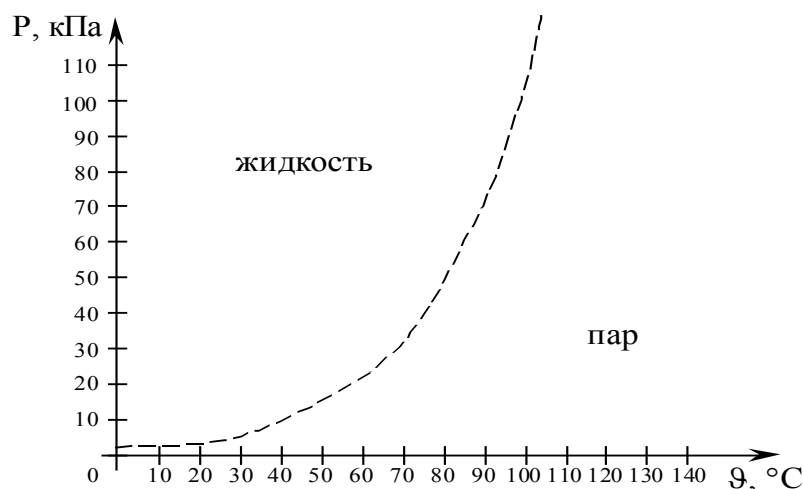
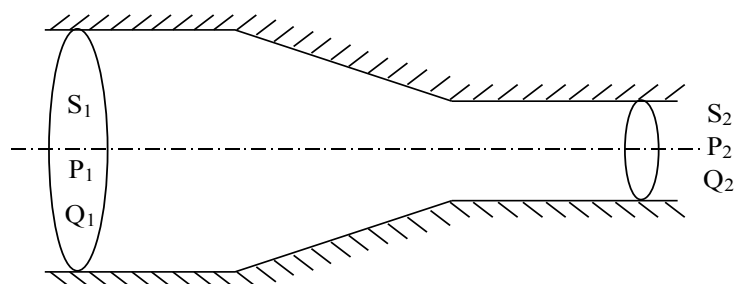

Рис. 1. Фазовая диаграмма воды
Рис. 2. Трубопровод переменного сечения
7. Вода с температурой $\theta = 40$ °С протекает в горизонтально расположенном трубопроводе переменного сечения при давлении $P_1 = 10$ кПа и расходе $Q_1 = 2$ м³/с. Определить при помощи фазовой диаграммы воды (рис. 1), закипит ли вода в узкой части трубопровода (рис. 2) при известных сечениях $S_1 = 1$ м² и $S_2 = 0,4$ м².